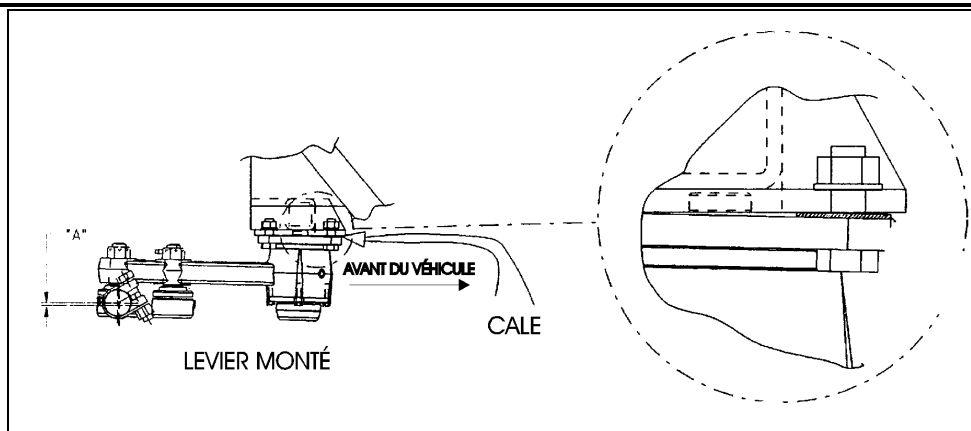

FIGURE 10
14. Mettre les cales du côté avant du véhicule pour monter le levier (Fig. 10).